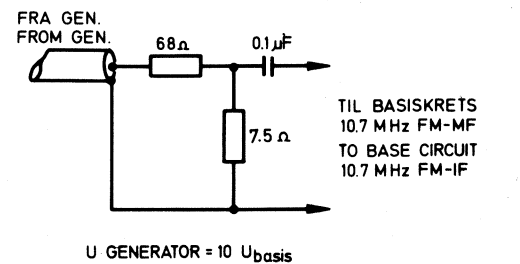

Fig. 3.21 AC - Spenningsdeler
Signal: $U_{in} = 6 \mu\text{V}/75 \Omega$, $f = 10.7 \text{ MHz}$, dev. = $\pm 200 \text{ kHz}$ tilført (applied) M2 via 0.1 μ F (Fig. 3.21).
(2)	Uinn tilført M2, 3, 4 eller 5 via spenningsdeleren på fig. 3.21. Merk! Spenning på skjema angir generatorspenning. $f = 10.7 \text{ MHz}$, $dev. = \pm 22.5 \text{ kHz}$. $U_{out} = 6.0 \text{ mV}$ ubelastet (3.5 mV belastet med $47 \text{ k}\Omega$) på M20 eller 12 mV på M8.
(3)	Referansespenning etter detektor (U_{inn} tilført M2, 3, 4 eller 5).
(4)	Referansespenning etter FM dekode/dekodekv. (U_{inn} tilført M2, 3, 4 eller 5).
(5)	Referansespenning på diodeuttak ubelastet og belastet med $R = 47 \text{ k}\Omega$. (U_{inn} tilført M2, 3, 4 eller 5).
(2)	U_{in} applied to M2, 3, 4 or 5 via voltage divider on Fig. 3.21. Note! The voltage on circuit diagram refers to generator voltage. $f = 10.7 \text{ MHz}$, $dev. = \pm 22.5 \text{ kHz}$. $U_{out} = 6.0 \text{ mV}$ unloaded (3.5 mV loaded with $47 \text{ k}\Omega$) at M20 or 12 mV at M8.
(3)	Reference voltage after the FM - detector (U_{in} applied to M2, 3, 4 or 5).
(4)	Reference voltage after the FM - decoder/decoder equivalent. (U_{in} applied to M2, 3, 4 or 5).
(5)	Reference voltage at Tape or Aux output unloaded and loaded with $R = 47 \text{ k}\Omega$ (U_{in} applied to M2, 3, 4 or 5).